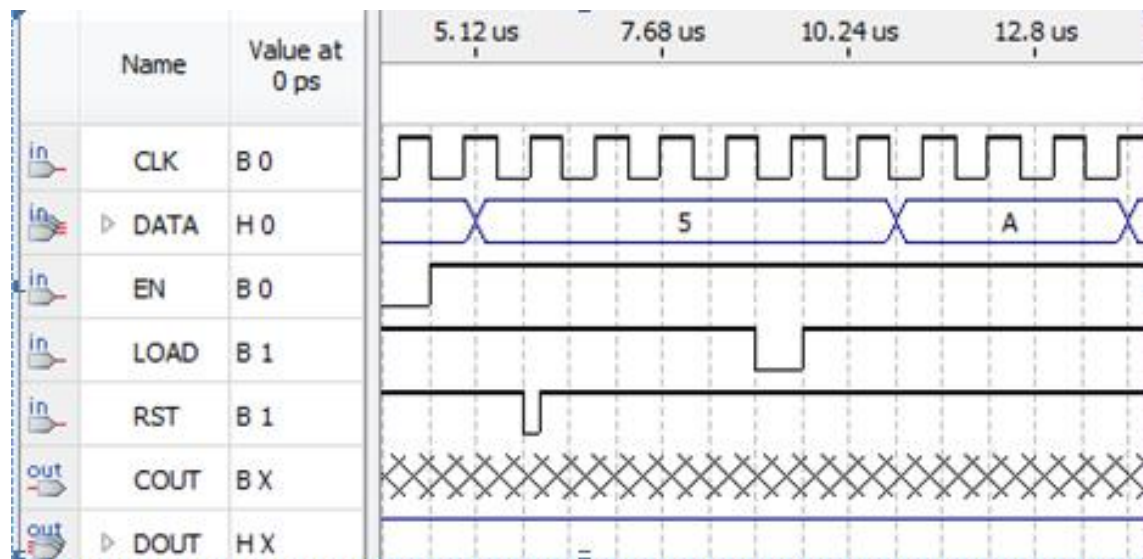

图4-16 编辑好激励波形
(7) 图4-16是最后设置好的.vwf 仿真激励波形文件图。